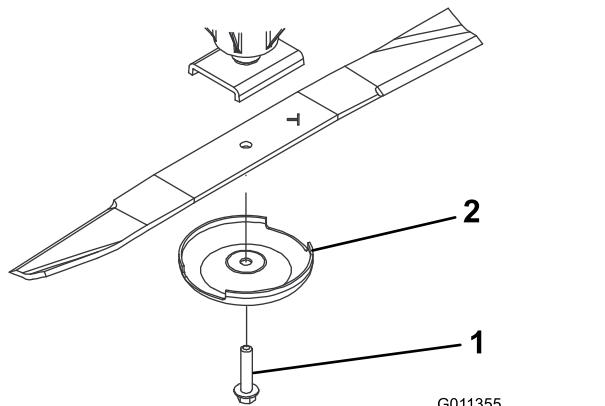

図 84
3. スピンドルのシャフトからブレードボルト、芝削り防止カップ、ブレードを取り外す 図 84。